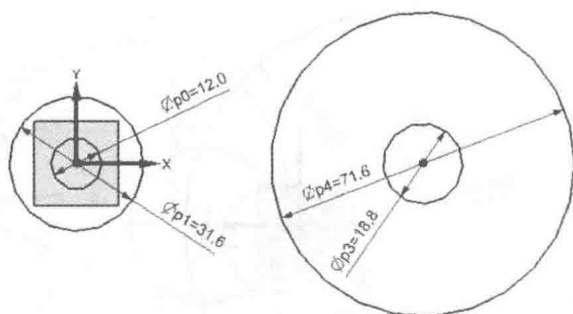

图 1-27
3) 绘制直径为71.6的圆，直径为18.8的同心圆，如图1-27所示。